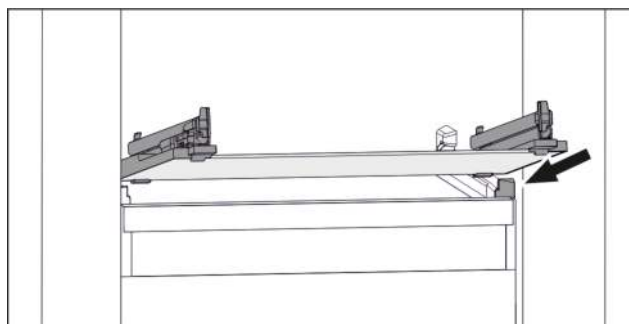

Fig. 64 Beispielhafte Darstellung der Glasplatte
- ▶ Glasplatte schräg hinter den Stoppern aufsetzen. (siehe Fig. 64)